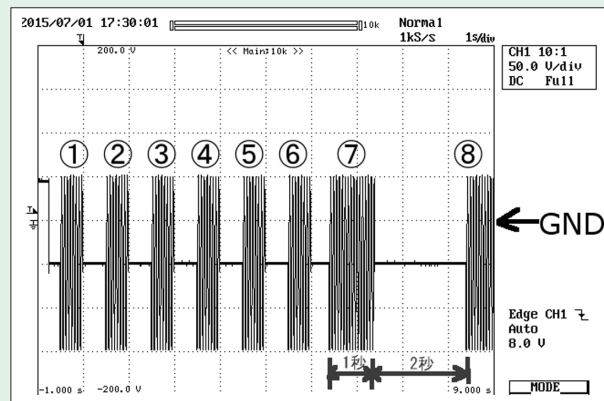

図1:ナンバーディスプレイ機能なし電話機とEMTA間の信号
真1中央)のナンバーディスプレイ機能をオンに設定し、ナンバーディスプレイ機能の無い電話機と接続して外部からEMTA宛に電話をかけます。この時の2線の電圧を測定したものを図1に示します。Y軸は50V/DivでX軸は1秒/Divです。図1で①に変化するとき2線の極性反転をEMTAが行います。①から⑥まで6回のEMTAから送信される情報受信端末起動信号(以下、CAR)が確認できます。CARは約20Hzの信号で0.5秒送信され0.5秒休止することがわかります。電圧は±100Vになります。
その後EMTAは6秒待つてナンバーディスプレイ機能が無い電話機は直流回路を閉じないので、1秒間の呼出信号を電話機に向けて送信します。これが図1の⑦の状態です。図1の⑦⑧の呼出信号はCAR信号と電圧・周波数は同じです。違うのは信号送出が1秒、休止が2秒であることで
す。図1の①から⑥の間、ナンバーディスプレイ機能の無い電話機は、呼出のベル鳴動より短い時間の鳴動があります。この間に受話器を取っても通話はできません。⑦以降に受話器を取った場合は通話ができます。接続する電話機のナンバーディスプレイ機能がなかった場合、EMTAのナンバーディスプレイ機能をオンにしたとき生じる障害の可能性について紹介しました。電話機の機能に合わせたEMTAの設定が大切になります。